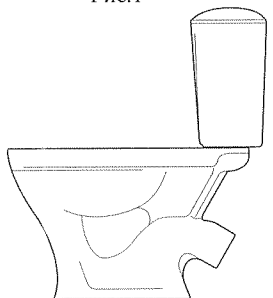

Рис.3
- ун. тарельчатый с косым выпуском с цельноотлитой полочкой (рис. 3),